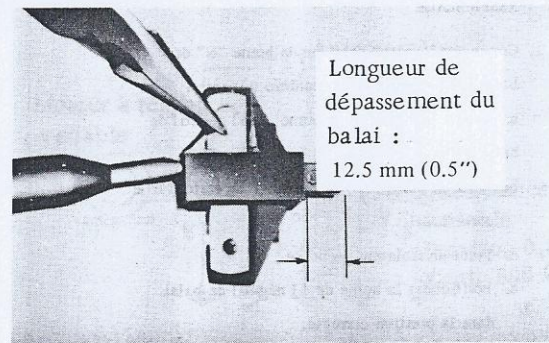

Fig. 6-53 Remplacement du balai.
3. En cas de remplacement du balai, mettre en place le balai neuf et le ressort de balai dans le porte-balai, puis braser le fil conducteur du balai tout en laissant dépasser le balai d'une longueur de 12,5 mm. Après avoir brasé le fil de balai, couper le fil en excès. (Voir Fig. 6-53)